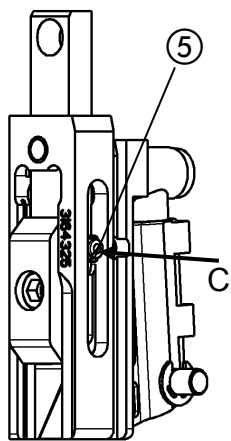

Fig. 28
- Fig. 28, Fig. 29, Fig. 30 -
- Presionar el perno de accionamiento ⑤ en el plegador (flecha C) hasta que el seguro del perno ④ sobresalga tanto del plegador que se pueda girar.